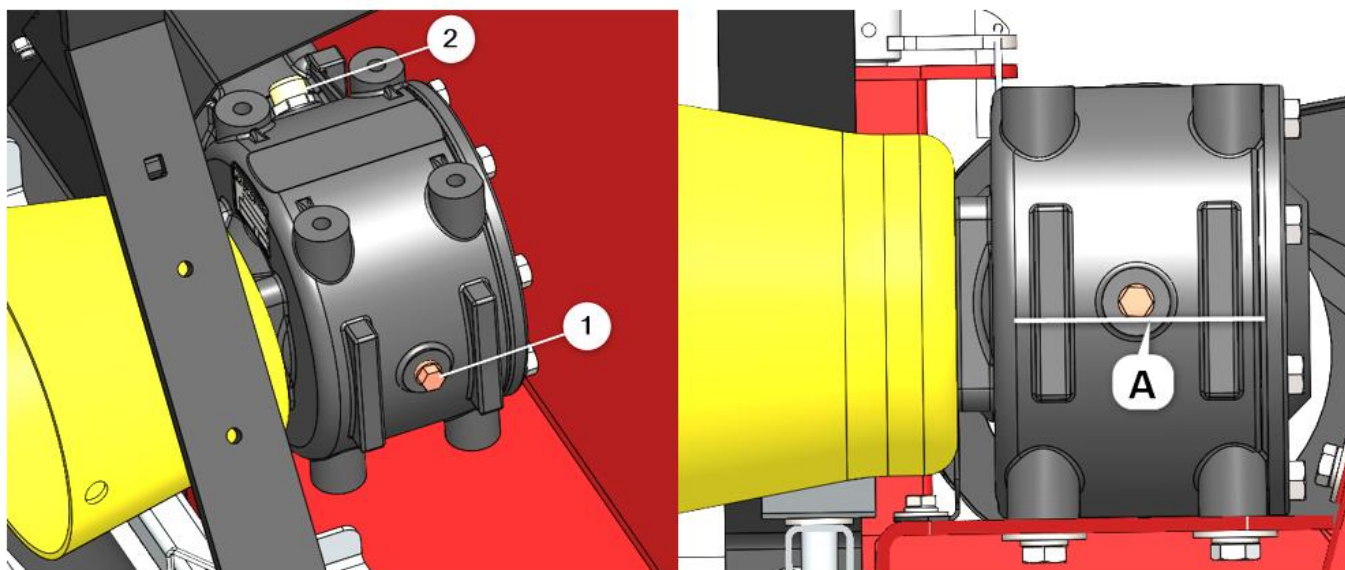

Fig. 18
De vez en cuando, es necesario comprobar el nivel de aceite o sustituirlo. Esto se hace siguiendo los siguientes procedimientos (Fig. 18):
2. Retire el respiradero (2), (Fig. 18).
5. Llene la caja de cambios con aceite GL5 80W90  $\pm 1,1$  l (1,16 qts) a través del orificio de ventilación (2).
6. Compruebe el nivel de aceite retirando con cuidado el tapón de nivel (1).
7. Cuando haya terminado, vuelva a colocar el tapón de nivel (1).
8. Instale el respiradero (2).